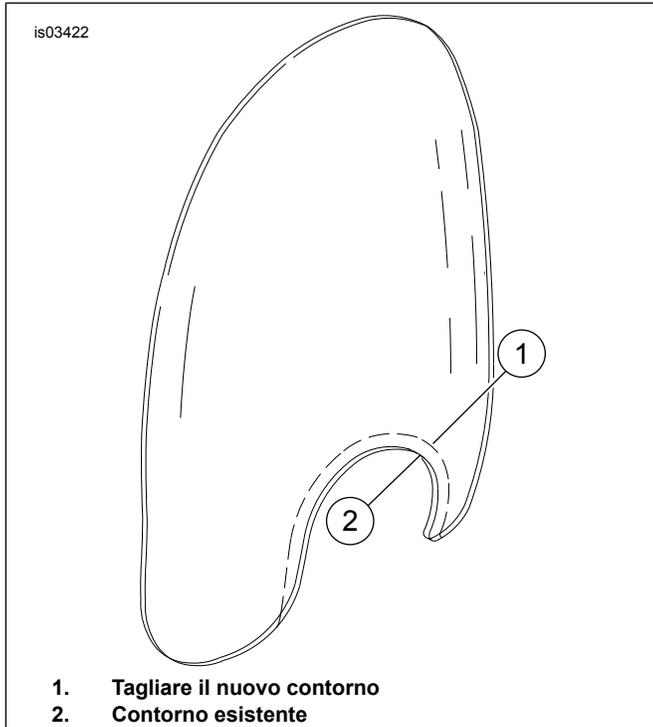

Figura 9. Rifilatura del parabrezza rimovibile
1. Vedere Figura 9. Coprire gli ultimi 50 mm (2 in) del parabrezza vicino al bordo del faro anteriore, su entrambi i lati, con due strati di nastro per mascheratura. Questo nastro fornisce la superficie su cui segnare il nuovo taglio e nel contempo permette di eseguire un taglio pulito.
2. Contrassegnare il tracciato del nuovo taglio lungo il contorno esistente del faro anteriore, a circa 31,8 mm (1 1/4 in) di distanza da esso, come mostrato nella Figura 9 con la linea tratteggiata (1).